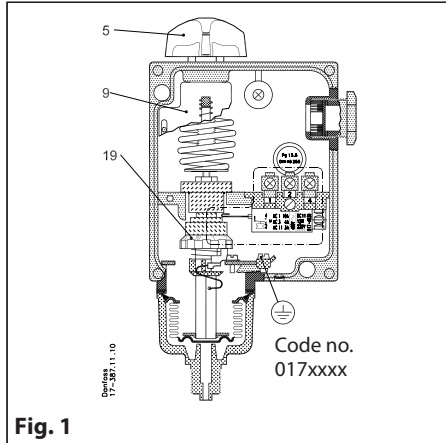

Fig. 1
The pressure controller is set by rotating the knob (5), at the same time reading the main scale (9). See fig. 1.
Der Pressostat ist nach der Funktion - Schliessen oder Öffnen, - die bei Druckabfall eintreten soll, einzustellen (Bereichseinstellung). Die Einstellung selbst wird mit dem Einstellknopf (5) unter gleichzeitiger Ablesung der Hauptskala (9) vorgenommen. Siehe Fig. 1. Die Differenz wird mit der Differenzrolle (19) nach dem Nomogramm in Fig. 6 eingestellt. Der obere Ansprechdruck ist also gleich der Summe von Einstelldruck und Differenz.
Le pressostat est réglé d'après la fonction - fermeture ou ouverture du circuit - à pression décroissante (réglage de la plage). Le réglage proprement dit se fait au moyen du bouton cruciforme (5) en lisant sur l'échelle principale (9). Voir fig. 1.